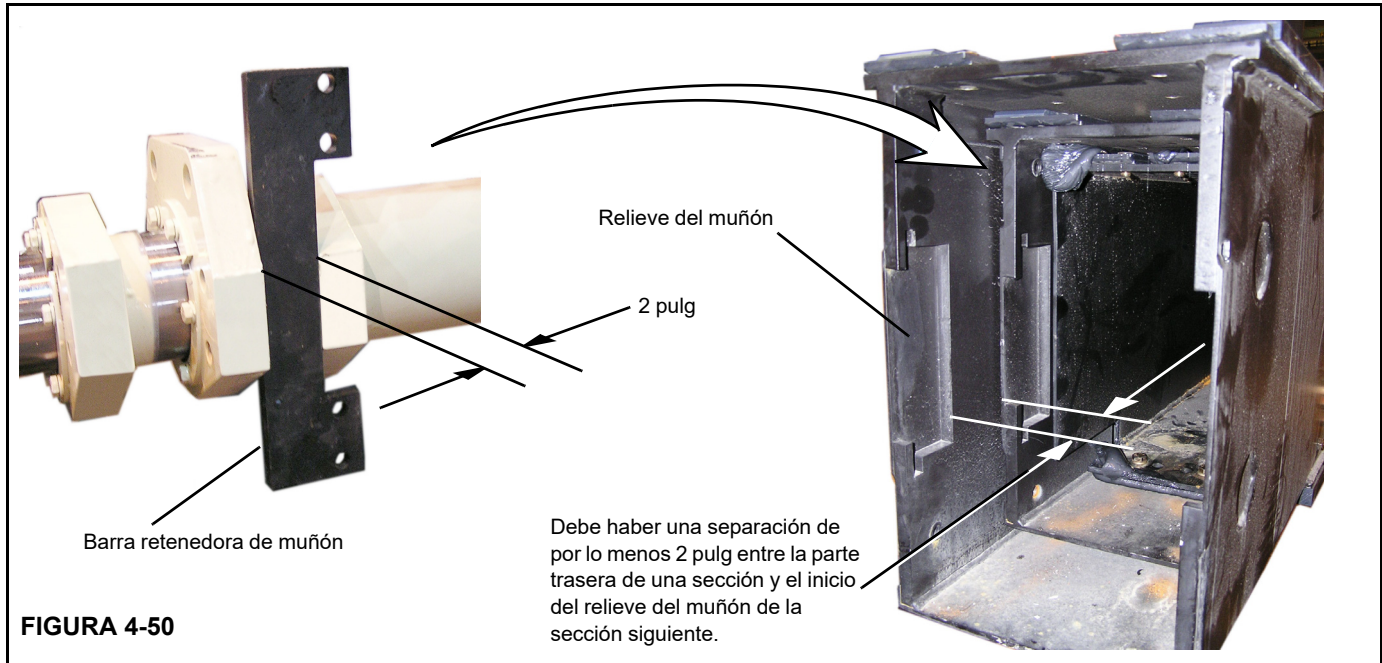

FIGURA 4-50
- Deje un espacio de 2 pulg entre la parte trasera de la sección de pluma y el relieve del muñón de la sección siguiente (Figura 4-50).
- Coloque la escuadra retenedora de muñón como se muestra en la Figura 4-50 al empujar el muñón a su posición.